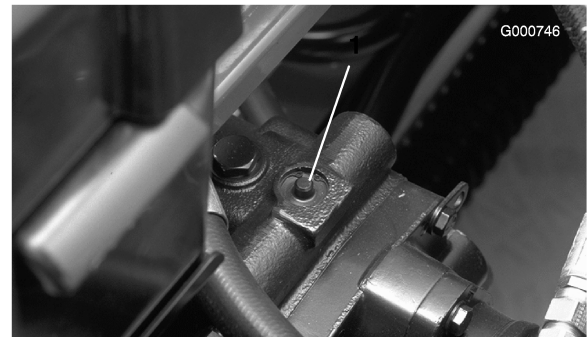

Figura 25
1. A válvula de derivação está localizada sobre a bomba de deslocação variável (Figura 25). Rode a válvula 90°, em qualquer direcção, para permitir a passagem do óleo internamente. Após este procedimento, torna-se possível deslocar lentamente a máquina sem danificar a transmissão.